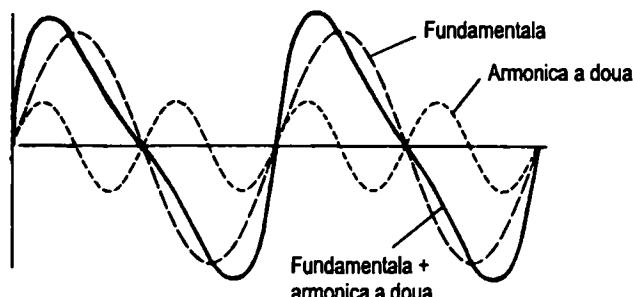

Figura 3.7 Fundamentală + armonica a două (formă de undă aproximează o undă în dinte de fierastrău)
2. Fundamentală + armonica a două (figura 3.7).